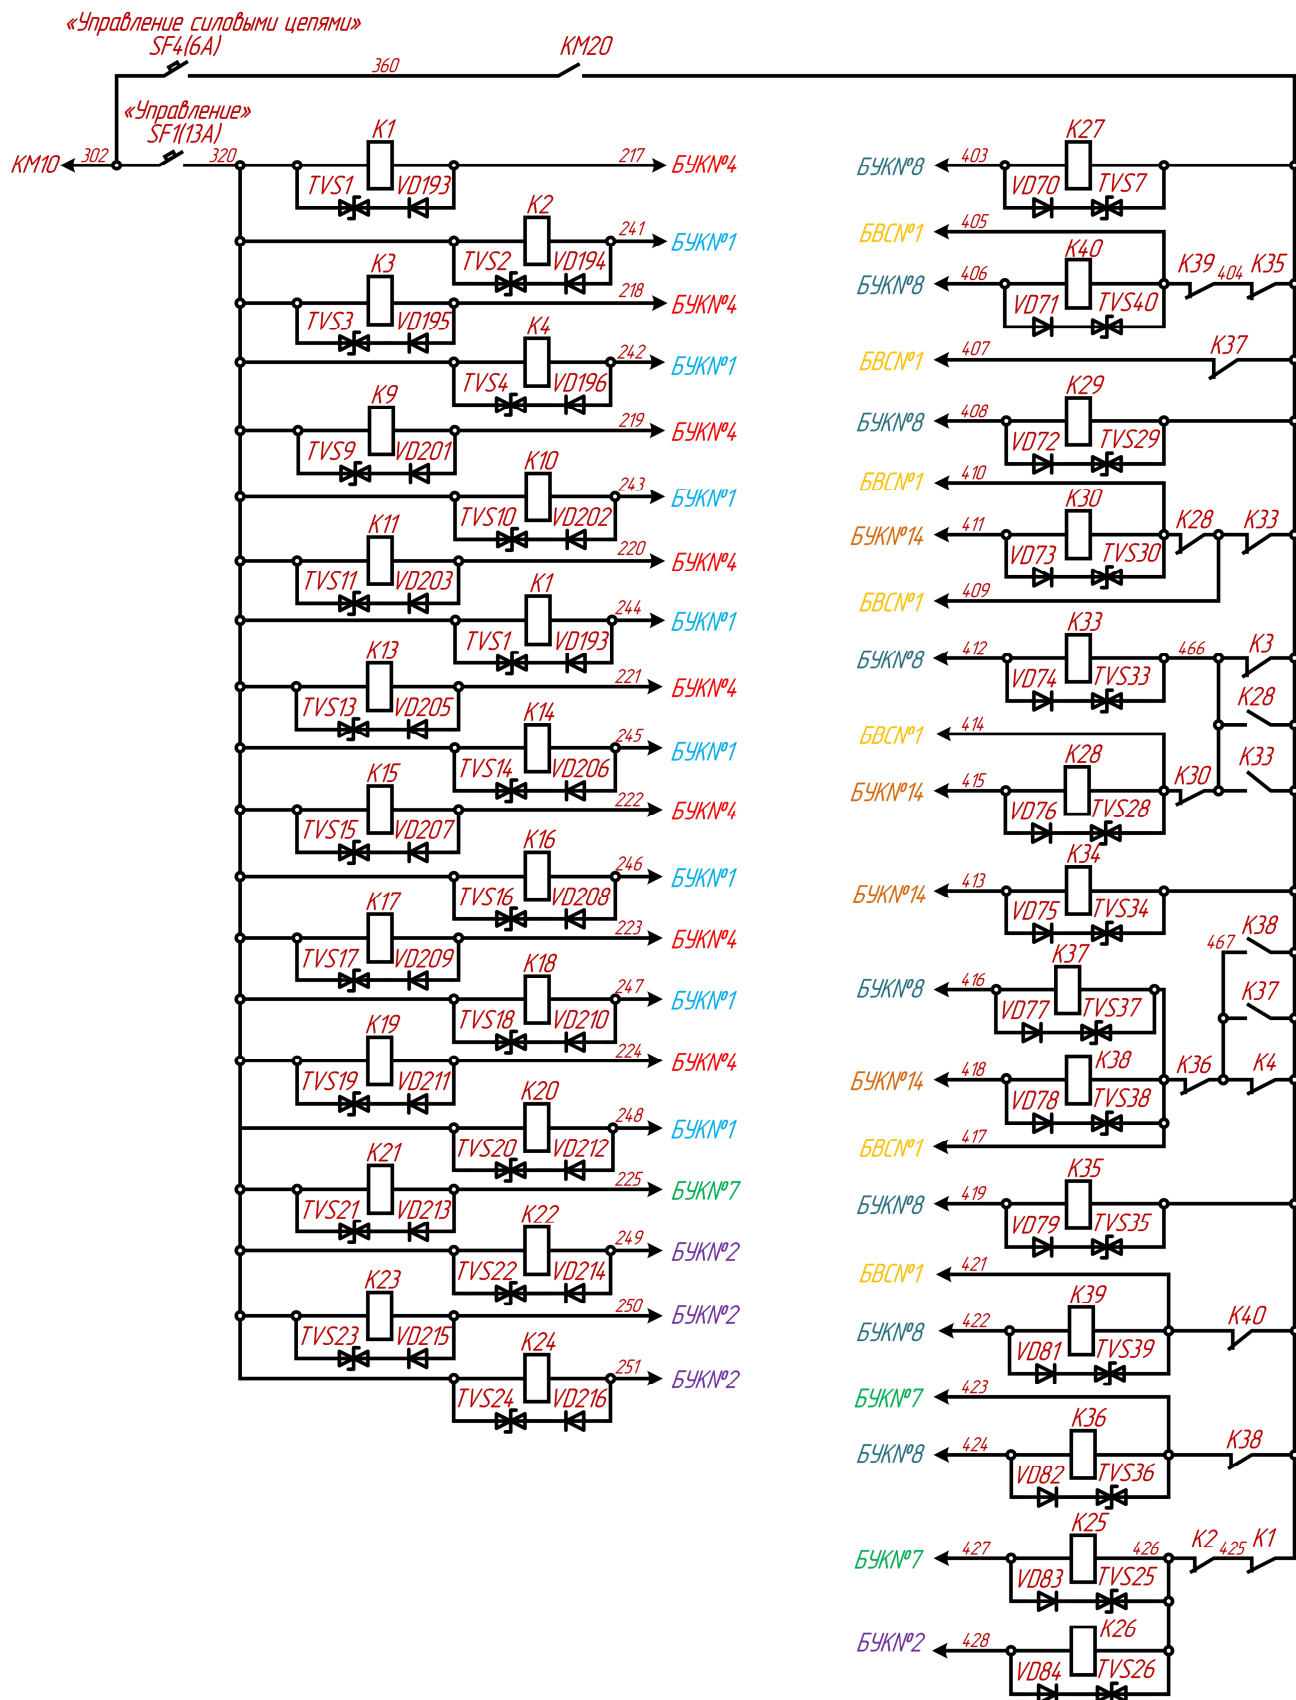
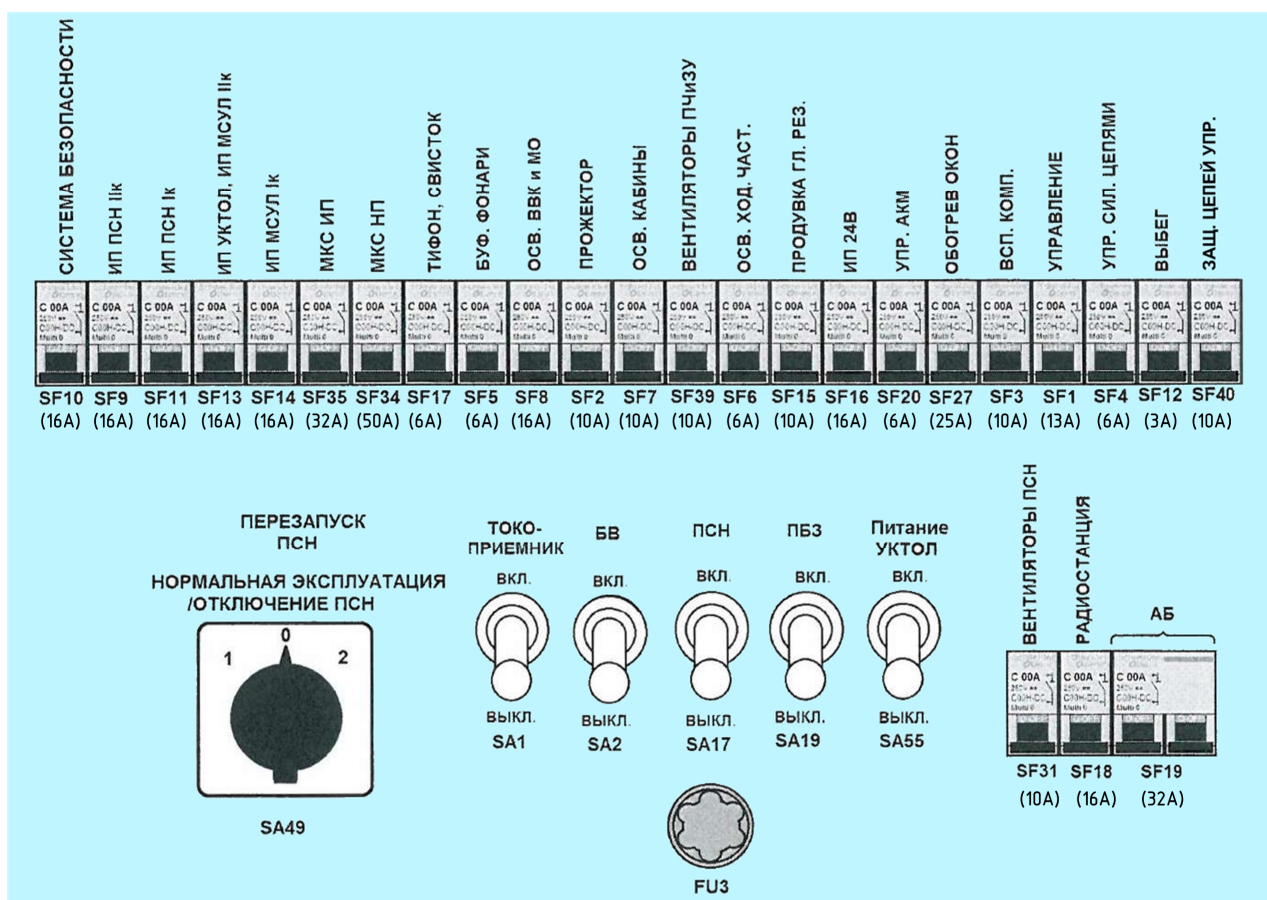

Рисунок 2.12 – Цепи управления линейными и реостатными контакторами (на электровозах до № 434)
Рисунок 2.13 – Панели автоматических выключателей на шкафу блока аппаратов № 4 (шкаф МПСУиД)
При задании позиции не равной «0» и наличии всех условий для формирования режима «Тяга», БУК по команде МПСУиД создает цепь питания катушек линейных и реостатных контакторов. Питание катушек реостатных контакторов K1 – K4 и K9 – K24 на электровозах до № 434 осуществляется по проводу 320 через автоматический выключатель «Управление», а катушек линейных контакторов K25 – K40 – по проводу 400 через автоматический выключатель SF4 «Управление силовыми цепями», через блокировочный контакт быстродействующего выключателя QF1 (на электровозах с № 216 – через блокировочный контакт контактора KM20) (рисунок 2.12). На электровозах с № 435 питание катушек реостатных контакторов блоков аппаратов № 1 и № 2 разделено – катушки реостатных контакторов блока аппаратов № 1 получают питание по проводу 320 от автоматического выключателя SF1 «Управление», а блока аппаратов № 2 – по проводу 358 от автоматического выключателя SF40 «Защита цепей управления» (рисунок 2.13). Включение реостатных контакторов на секции со всеми отключенными тяговыми двигателями не производится.
- на позициях с 1 по 44 на время более 1,8 секунды пропадает сигнал о включении контактора K30 (в проводе 414, рисунок 2.12), шунтирующего переходные диоды СП-П VD18 – VD26;
- на позициях с 1 по 23 на время более 1,8 секунды пропадает сигнал о включении контактора K36 (в проводе 417 рисунок 2.12) шунтирующего переходные диоды С-СП VD9 – VD17;
На С соединении моторного режима в качестве рабочих используются пуско-тормозные резисторы секции выбранной машинистом «Головной», для чего машинист переключает тумблер SA32 (рисунок 2.1) в положение головная, для определения ведущей секции «Головной» или в положение «Прицепная» (определение ведомой секции «Головной»). При формировании сигнала на сбор моторного режима С соединения тяговых двигателей с независимым возбуждением, БЦВ дает команду БУК на создание цепей питания реостатных и линейных контакторов (рисунок 2.12):